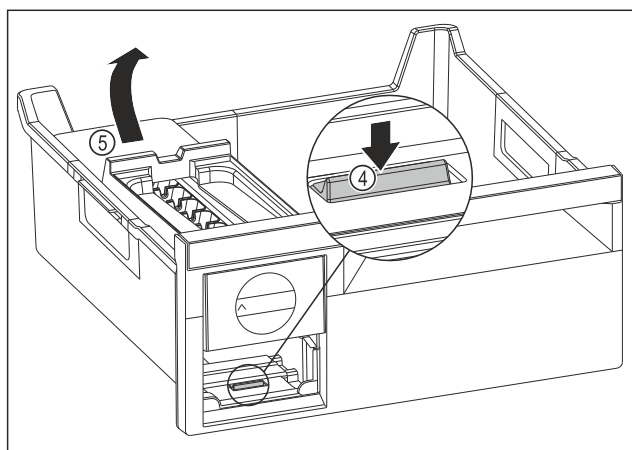

Fig. 144
- Wyjmowanie korpusu EasyTwist-Ice: Naciśnąć nakładkę Fig. 144 (4) palcem w dół i jednocześnie podnieść korpus EasyTwist-Ice Fig. 144 (5) od tyłu drugą ręką.